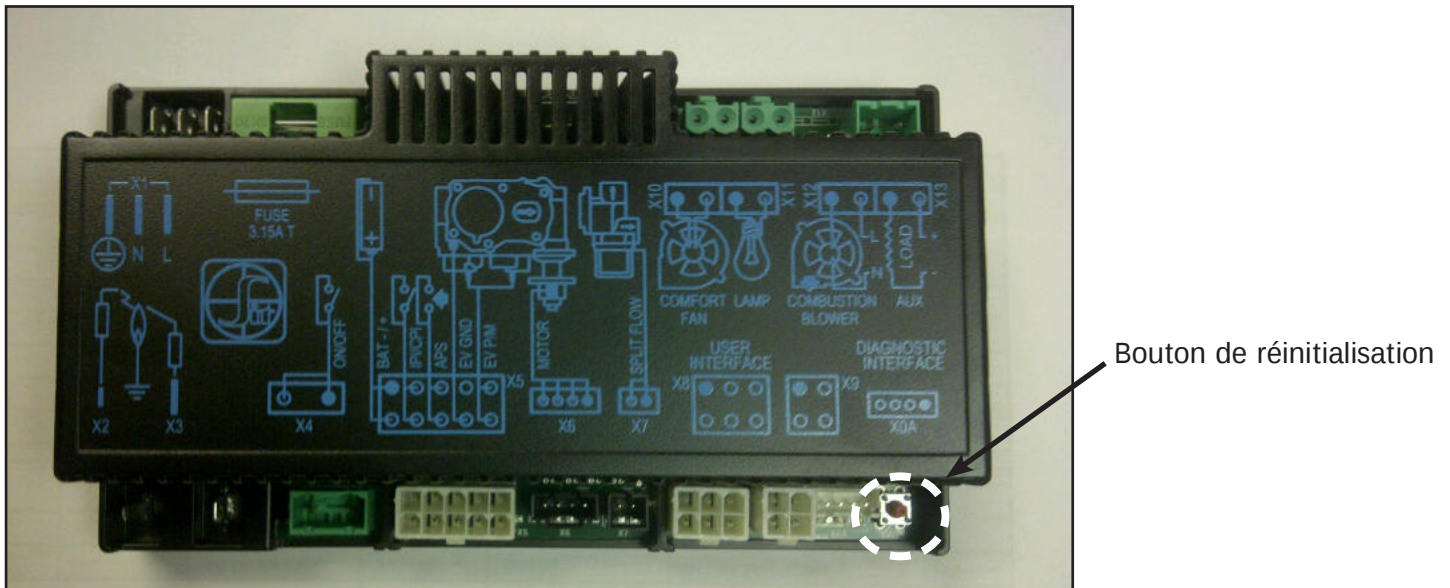

Figure 6: Contrôleur de cheminée intégré
Le Proflame 2 IFC (Figure 6) se connecte directement à la vanne de gaz, au moteur pas à pas, à la veilleuse, aux ventilateurs de convection (en option) et au kit d'éclairage (en option) avec un faisceau de câbles. L'IFC est principalement alimenté en 120 VAC mais peut également fonctionner sur une batterie de secours de quatre (4) piles de type AA pendant des périodes plus courtes. L'IFC accepte les commandes par radiofréquence de l'émetteur pour faire fonctionner l'appareil conformément à la configuration particulière du système Proflame 2. L'IFC a un bouton de réinitialisation rouge dans le coin avant droit qui est utilisé pour synchroniser l'émetteur lors de la première utilisation ou après le remplacement des piles.
Installez les quatre (4) piles AA dans le porte-piles IFC. Notez la polarité de la batterie et insérez-la dans le compartiment de la batterie comme indiqué sur le corps du support de batterie. Appuyez sur le bouton de réinitialisation de l'IFC marqué "SW1" (voir Figure 6).